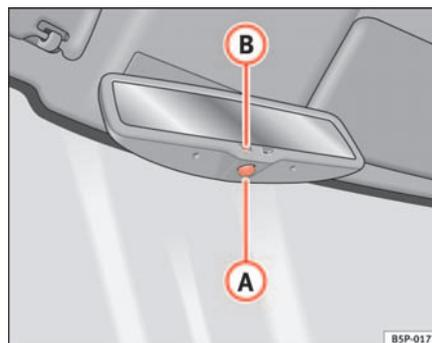

Abb. 69 Automatisch abblendbarer Innenspiegel
- Drücken Sie die Taste **A** ⇒ Abb. 69. Die Kontrollleuchte **B** erlischt.
- Drücken Sie die Taste **A** ⇒ Abb. 69. Kontrollleuchte leuchtet auf.